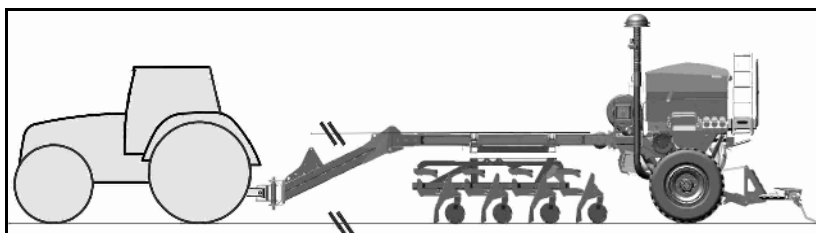

Fig. 109
6. Mettez le vanne à boisseau sphérique (Fig. 109/1) en position **A**.
9. Fermer les robinets d'arrêt (Fig. 109/1, 2).